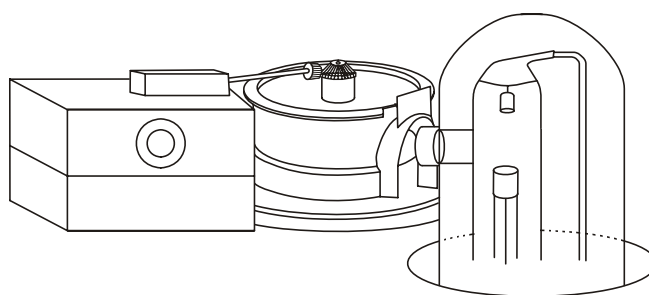

Fig. 8 Cámara de Debye-Scherrer con accionamiento de motor
- Si es necesario se coloca además el accionamiento de motor (U19202), como se indica en la Fig. 8.. Primero se inserta el enchufe en el casquillo de 4 mm. Se tiene cuidado que giro de ruedas cónico no tenga obstáculos. Con la llave hexagonal interna que se entrega se puede cambiar con respecto al eje la posición del engranaje de ruedas cónicas del motor.